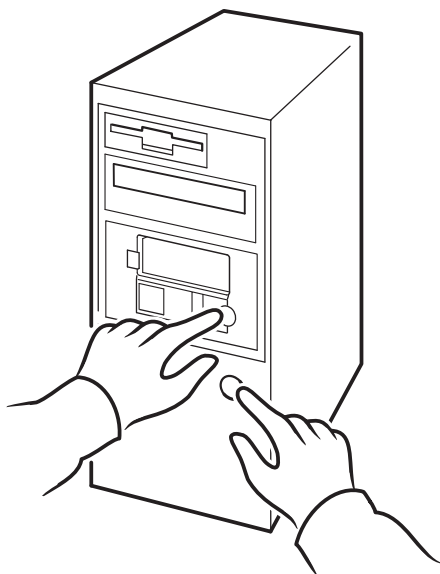

Figura 17b: hp obdr, passo 2
- 2 Com o botão de ejetar pressionado, ligue o servidor (veja figura 17b). Assim, o dispositivo fica no modo de recuperação de incidentes HP One-Button ao iniciar. Solte o botão assim que o visor LCD exibir a mensagem "OBDR Mode" (Modo OBDR).